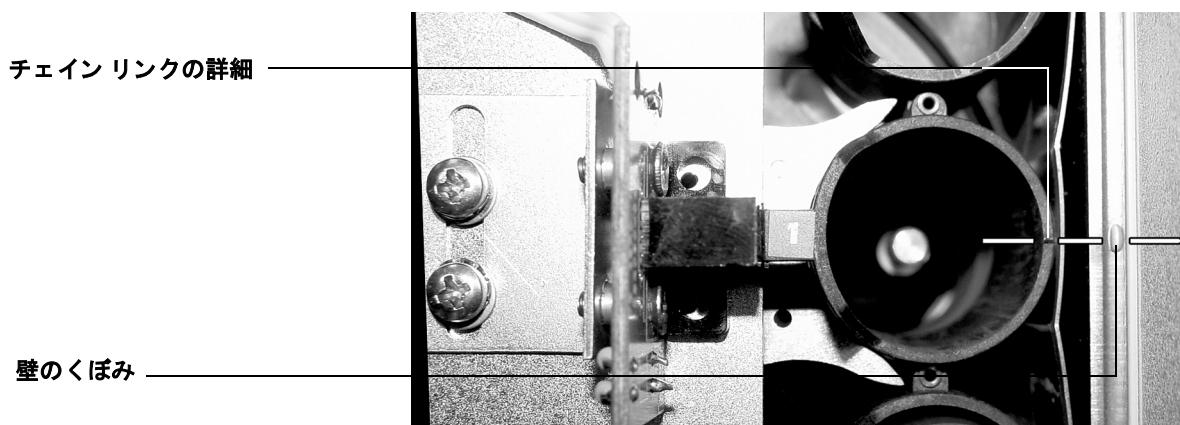

図 20 トレイ チェインの調整
- 3 トレイ チェイン リンクの細部がトレイの壁のくぼみにぴったり合っているかどうか確認します。図 20 を参照してください。整列していない場合は Agilent のサービス担当にご連絡ください。